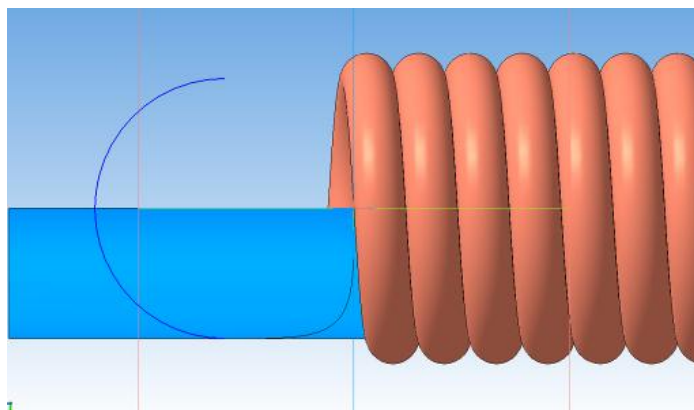

Рис. 10.7. Создание дуги для закрепления зацепа
8. Создаем дугу для закругления зацепа — выделяем плоскость z_u , делаем дугу радиусом 15 мм с центром $(-15;0)$ (рис. 10.7).